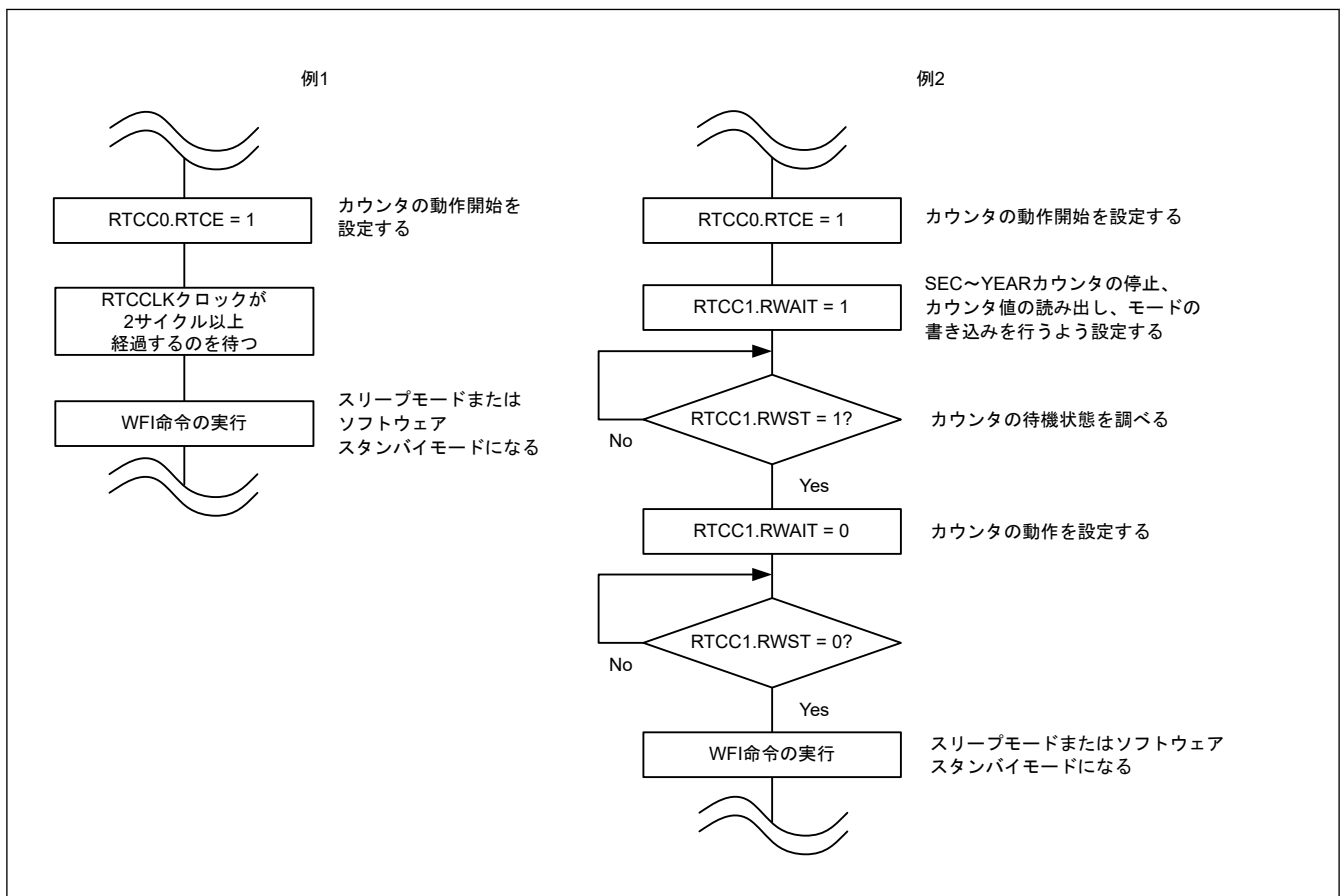

図 19.3 RTCC0.RTCE ビットを 1 にした後にスリープモードまたはソフトウェアスタンバイモードへ遷移する手順
- RTCC0.RTCE ビットを 1 にした後に、カウント用クロック (RTCCLK) が 2 サイクル以上経過してからスリープモードまたはソフトウェアスタンバイモードへ遷移する (図 19.3 の「例 1」を参照)。
- RTCC0.RTCE を 1 にしてから RTCC1.RWAIT ビットを 1 にし、その後 RTCC1.RWST ビットのポーリングを行って 1 になったかどうかを確認する。RTCC1.RWAIT を 0 にし、RTCC1.RWST ビットのポーリングを行って 0 になったかどうかを確認した後で、スリープモードまたはソフトウェアスタンバイモードへの遷移が行われる (図 19.3 の「例 2」を参照)。